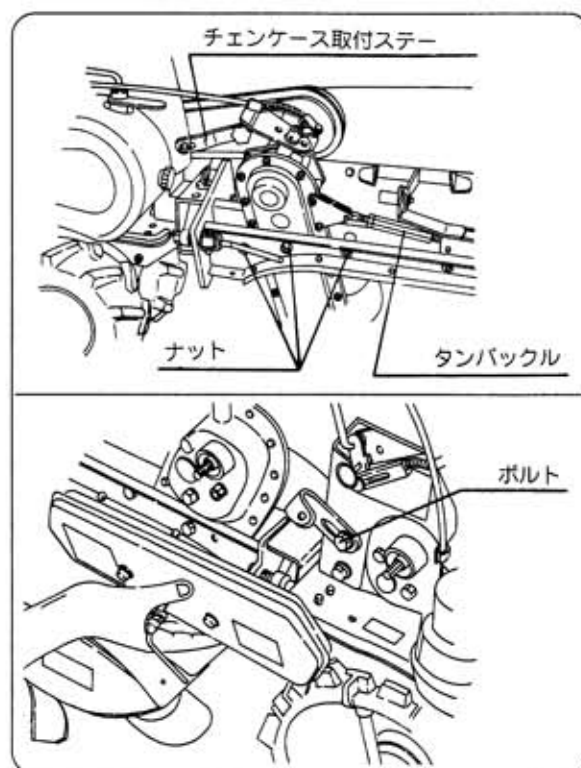

図18
- ① 本機（ティラー）のボルトを取外しチェンケース取付ステーが軽く動く程度に取付けます。（図18）
- ② ロータリ本体のタンバックルを前後に調整しながらチェンケースを取付けます。
- ③ チェンケース取付ステーを固定してください。
- ④ シャーシフレームの3ヶ所のナットを締付けてください。